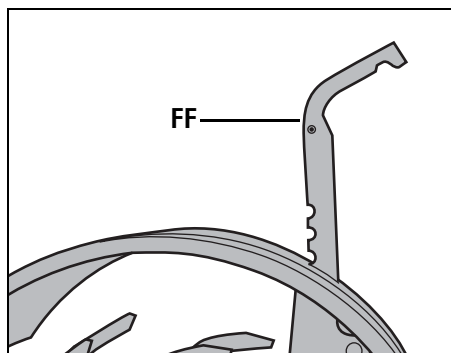

Fig. 2-10: Ajuste la palanca del regulador de profundidad.
1. Con la cultivadora a nivel del suelo, jale la palanca del regulador de profundidad (FF, Fig. 2-10) hacia atrás y luego completamente hacia arriba hasta enganchar la ranura más baja en la palanca.
2. Con la cultivadora a nivel del suelo, mueva la palanca del regulador de profundidad (FF, Fig. 2-10) hacia arriba o hacia abajo hasta que el motor esté nivelado.